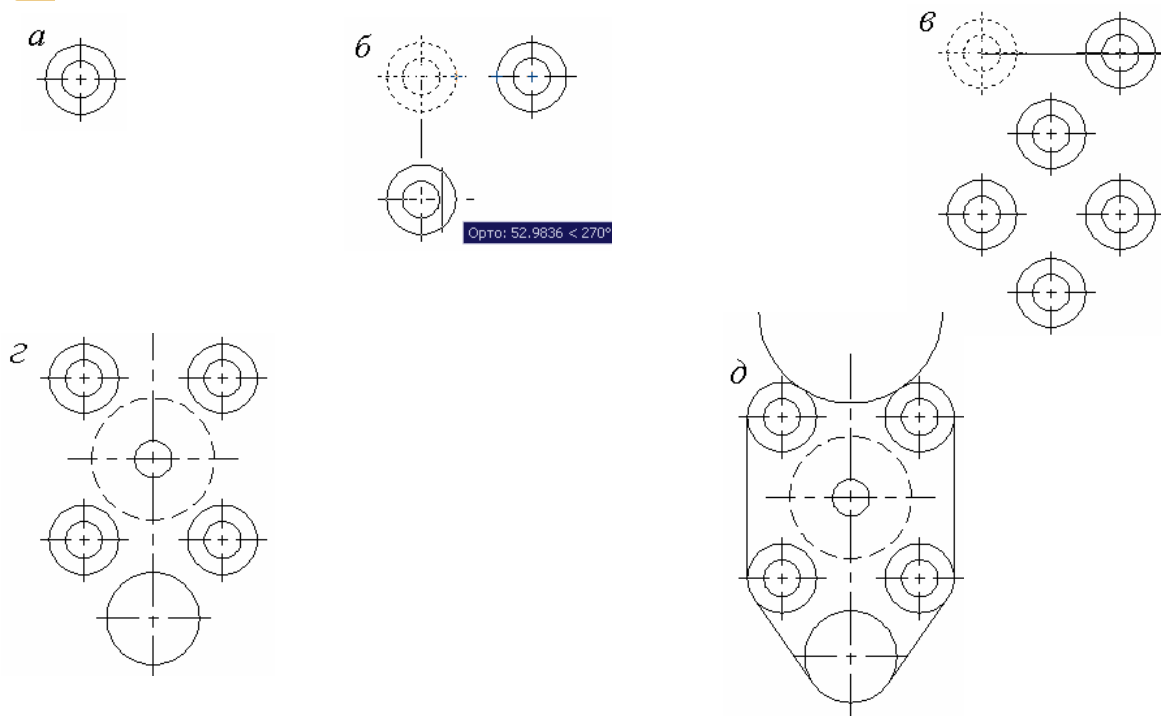

Рис. 4.2. Побудова плоскої фігури
2. Відкривають шар **Резервний** або шар **Допоміжний**, викреслюють два кола діаметром $\varnothing 16$ і радіусом $R15$ (рис. 4.2, а).
Координати точки можна задавати вибором довжини відрізка за напрямком, визначеним графічним курсором (рис. 4.2, б). У командний рядок досить увести тільки відстань. Більш раціонально це виконують відносним введенням координат (рис. 4.2, в), для цього по черзі вводять відносні координати центрів усіх отворів:
5. Будують нижнє коло радіусом $R20$ (рис. 4.2, г).
6. Відкривають шар **Невидимий** і викреслюють коло діаметром $\varnothing 53$ пунктирною лінією (рис. 4.2, а).
7. Знову відкривають шар **Резервний** або шар **Допоміжний** і починають викреслювати за допомогою піктограми **Отрезок** контур заданої фігури, з'єднуючи кола $R15$ і $R20$, використовуючи прив'язки **Касательная** (рис. 4.2, б). З'єднання верхніх кіл виконують за допомогою піктограми **Круг**.
Вводять радіус кола 40 і натискають <Enter> (рис. 4.2, в).